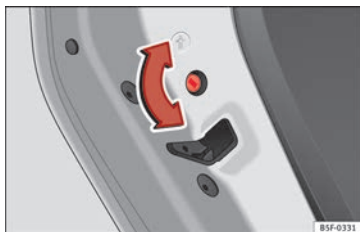

Fig. 105 Sécurité enfants de la porte gauche
» fig. 105 et dans le sens horaire pour les portes de droite.
- Lorsque la porte est ouverte, tournez la rainure avec la clé du véhicule dans le sens anti-horaire pour les portes de droite et dans le sens horaire pour les portes de gauche » fig. 105.